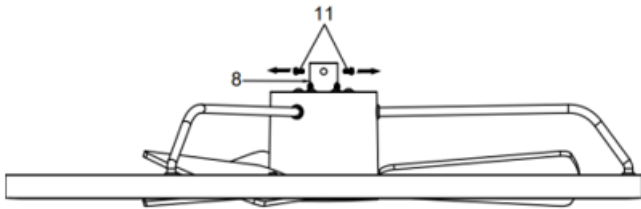

Fig. 6.2
2. Afloje los tornillos de fijación (11) del acoplador (8). (Fig. 6.2)